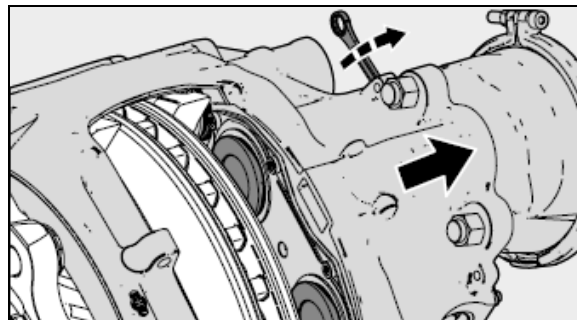

FIGURE 40: RENTRER COMPLÈTEMENT LES POUSSOIRS ET POUSSER L'ÉTRIER VERS LE CENTRE DU VÉHICULE
4. Rentrer complètement les ensembles poussoirs (13) à l'aide d'une clé polygonaire et de l'adaptateur (61) (voir Figure 40).